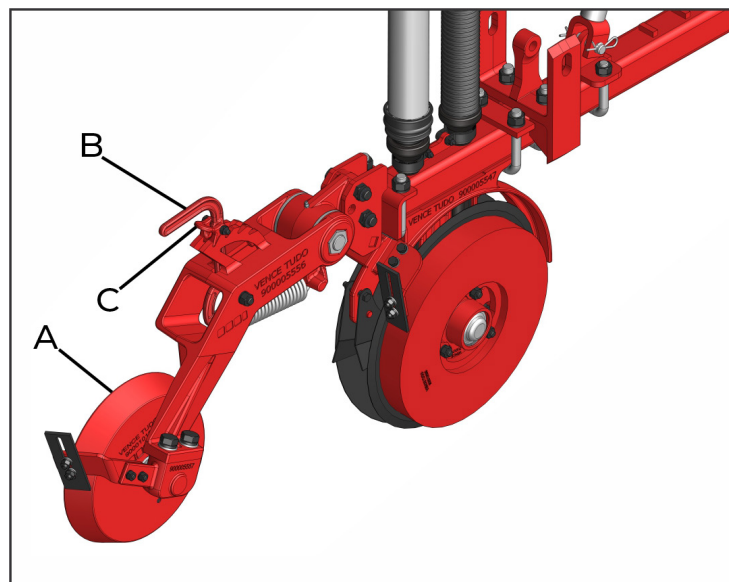

fig. 29
El sistema de compactación y cobertura para el cultivo de arroz se realiza a través de las ruedas compactadoras (A)(fig. 29).
La presión en el resorte se puede regular a través del vástago (B) (fig. 29) y acoplamiento(C) (fig. 29), teniendo así 4 opciones de regulación.